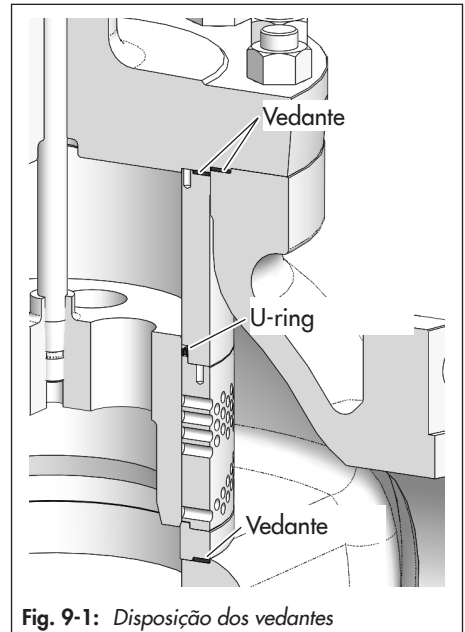

Fig. 9-1: Disposição dos vedantes
2. Insira vedantes novos, observando o alinhamento correto e a posição/centragem de cada vedante (consulte a Fig. 9-1).